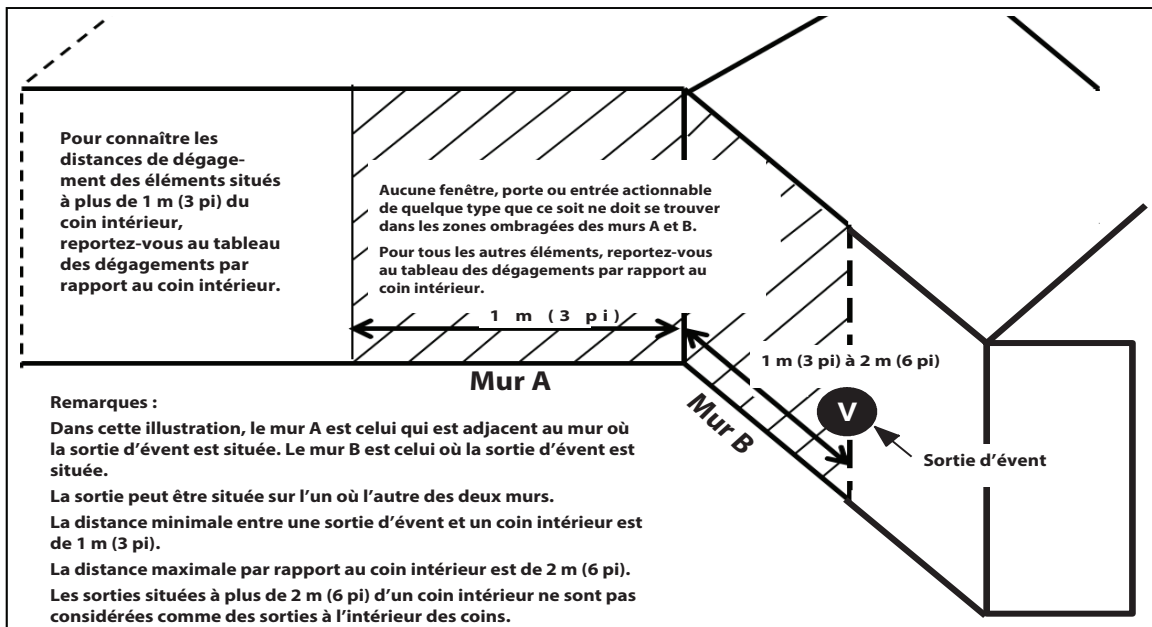

Fig. 45 – Sorties dans les coins intérieurs
2. La sortie d'évent doit être située à au moins 1 m (3 pi) d'un coin intérieur et respecter les distances de dégagement du schéma de sortie de coin. Consultez la Fig. 45.